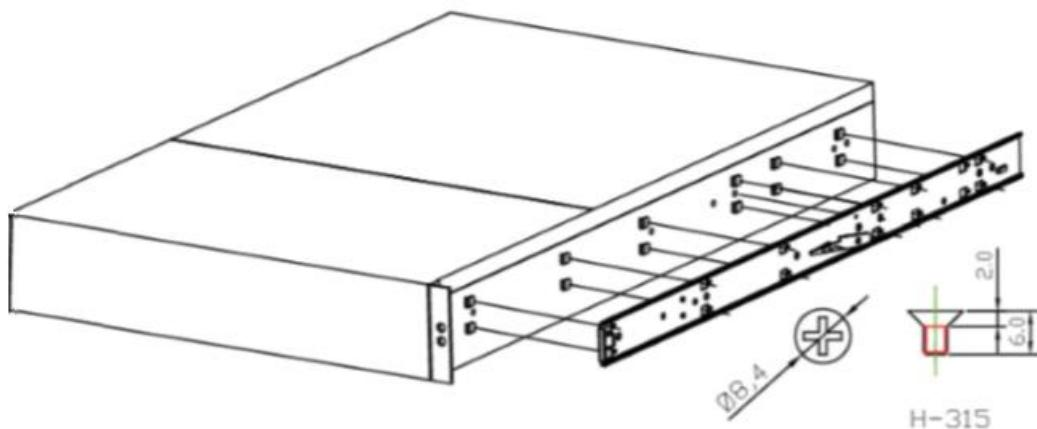

Рисунок 222 – Крепление направляющей к корпусу модуля
- Установите внутренний рельс телескопической направляющей на корпусе модуля, для чего поместите выступы на боковой стороне корпуса модуля хранения с прямоугольными вырезами на внутреннем элементе телескопической направляющей. После того как все выступы правильно войдут в вырезы, закрепите направляющую винтами из комплекта поставки (см. Рисунок 222).